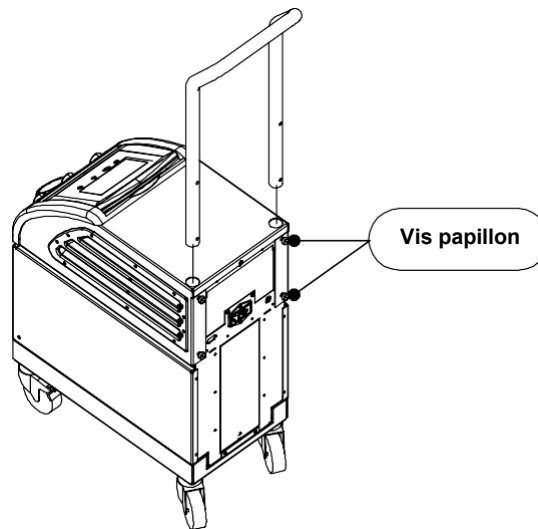

Figure 7 : Montage de la poignée.
2. Faire glisser les deux extrémités de la poignée dans les trous du capot supérieur (faire attention à la direction de la courbe dans la poignée) jusqu'à ce que la poignée soit insérée à fond (voir la Figure 7).